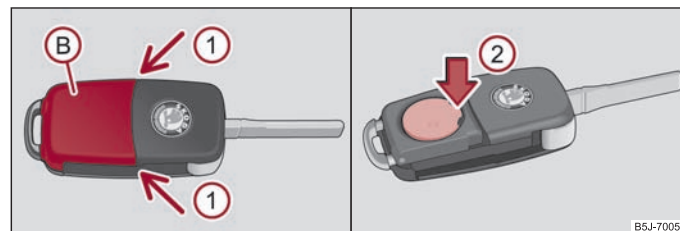

Abb. 23 Funkschlüssel - Deckel abnehmen / Batterie herausnehmen
Jeder Funkschlüssel enthält eine Batterie, die unter dem Deckel (B) untergebracht ist ⇒ Abb. 23. Wenn die Batterie entladen ist, blinkt nach dem Drücken einer Taste der Fernbedienung die rote Kontrollleuchte (A) nicht ⇒ Abb. 23. Wechseln Sie die Batterie wie folgt:
- Drücken Sie den Deckel an den Stellen der Pfeile ① vorsichtig ab.
- Durch Drücken der Batterie nach unten, an der Stelle des Pfeils ② nehmen Sie die entladene Batterie aus dem Schlüssel heraus ⇒ Abb. 23.